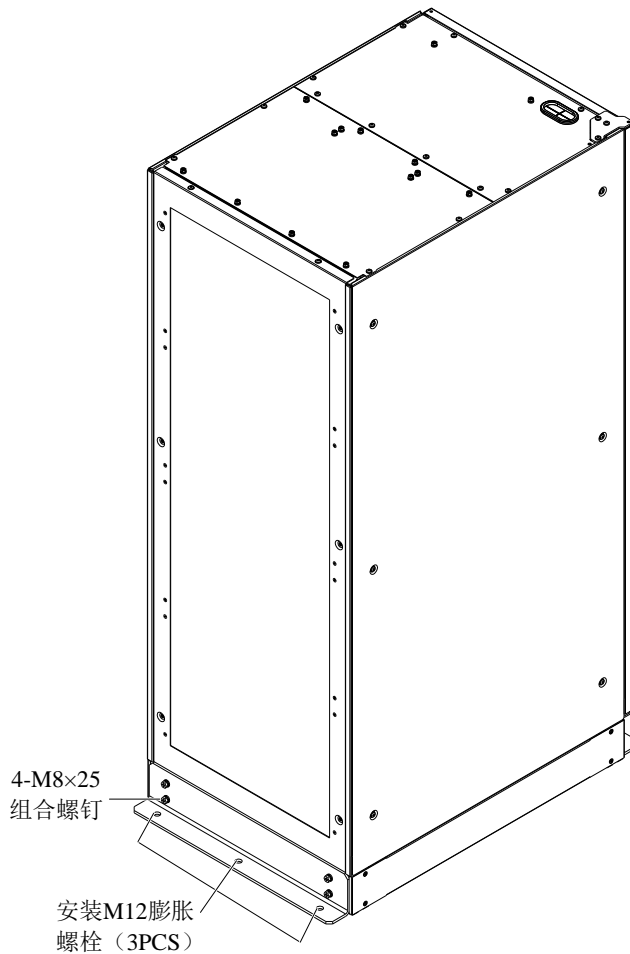

图8-5 地震选件安装示意图（背面安装）
1. 用 4 个 M8×25 组合螺钉将地震选件安装在机柜背面底部的相应安装孔中，然后用 3 个 M12 膨胀螺栓将地震选件固定在地板上，如图 8-5 所示。